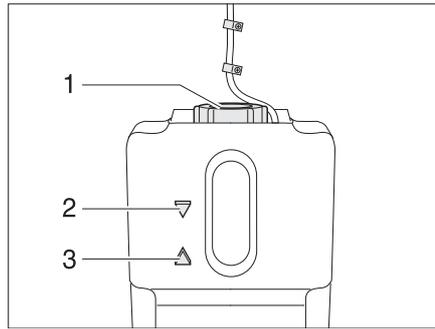

Bild 177 Ausgleichsbehälter Warmwasser-Heizung
- Prüfen, ob am Ausgleichsbehälter (Bild 177) die Flüssigkeit zwischen der Markierung "MIN" (Bild 177,3) und "MAX" (Bild 177,2) steht.
- Am Ausgleichsbehälter den Drehverschluss (Bild 177,1) aufdrehen.